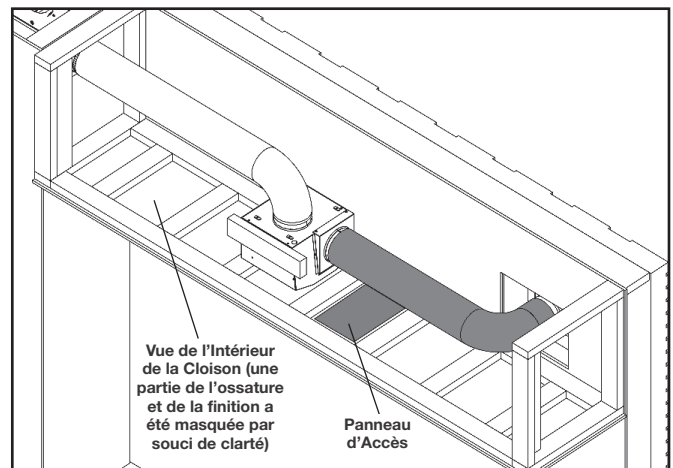

Fig. 4
- Appliquez du silicone sur le joint après l'installation, et calfeutrez ou scellez le solin mural de manière correcte pour le matériau de finition (**Fig. 4**).
4. Installez un composant d'évacuation rigide en acier de 6 po (non fourni) de la sortie du boîtier du ventilateur jusqu'à l'ensemble d'évacuation d'air chaud (**Fig. 4**).